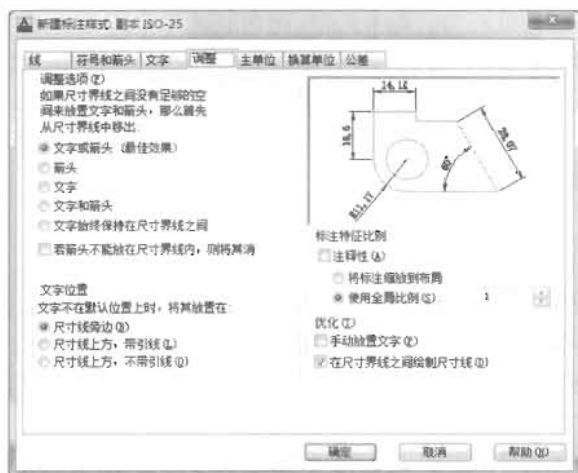

图 10-16
- 与尺寸线对齐:文字与尺寸线保持同一角度,如图 10-16 所示。
诸多因素(如尺寸界线间距和箭头尺寸的大小)会影响标注文字和箭头在尺寸界线内的调整方式。在“调整”选项卡中可以调整文字在尺寸界限中的位置,如图 10-16 所示。